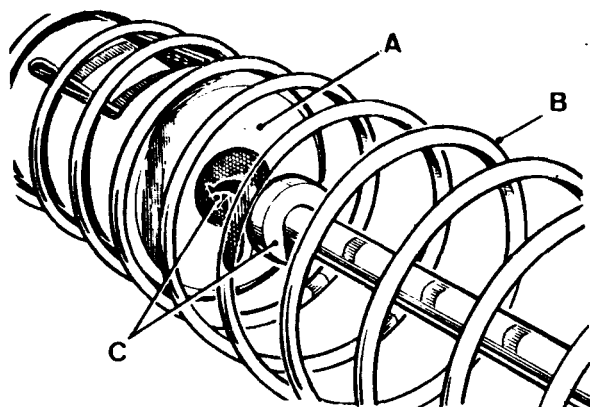
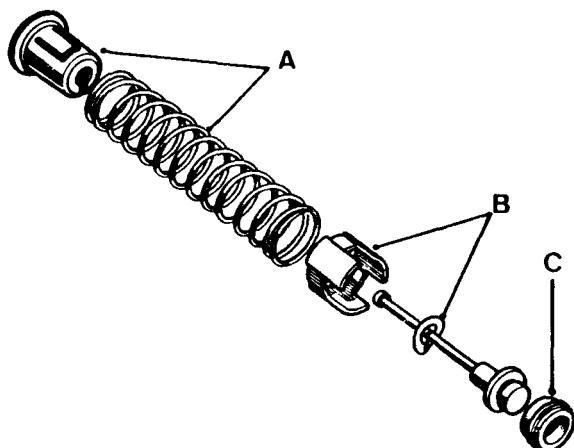

Fig. B-11 Desmontaje del muelle y válvula
Fig. B-12 Montaje de la válvula del cilindro
- 1.3. Comprimiendo el muelle (Fig. B-11), se alineará el vástago de la válvula con el agujero de mayor diámetro, existente en el retén del muelle, para poder retirar el muelle y su retén, y separar del vástago de la válvula (Fig. B-12), el separador y arandela elástica, y poder extraer la empaquetadura de la válvula.